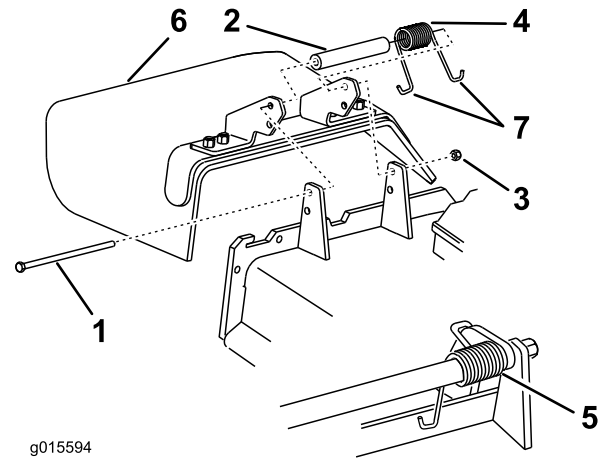

Figura 124
Nota: Asegúrese de colocar un extremo en J del muelle detrás del reborde de la carcasa antes de instalar el perno, como se muestra en la Figura 124.
6. Coloque un extremo en J del muelle alrededor del deflector de hierba (Figura 124).
1. Retire la contratuerca, el perno, el muelle y el espaciador que sujetan el deflector a los soportes de pivote (Figura 124).
2. Retire el deflector de hierba dañado o desgastado (Figura 124).